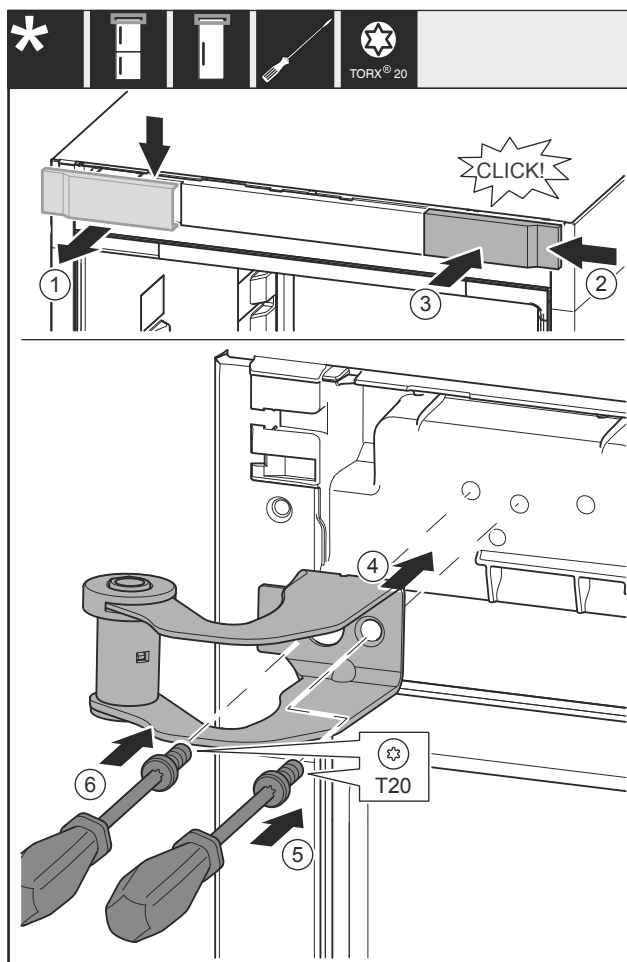

Fig. 15
- Retirer le couvercle Fig. 15 (1) depuis le haut vers l'avant.
- Accrocher le couvercle Fig. 15 (2) tourné de 180° de l'autre côté depuis le côté droit.
- Enclencher le couvercle Fig. 15 (3).
- Poser le support de palier supérieur Fig. 15 (4).
- Visser la vis Fig. 15 (5).
- Visser la vis Fig. 15 (6).